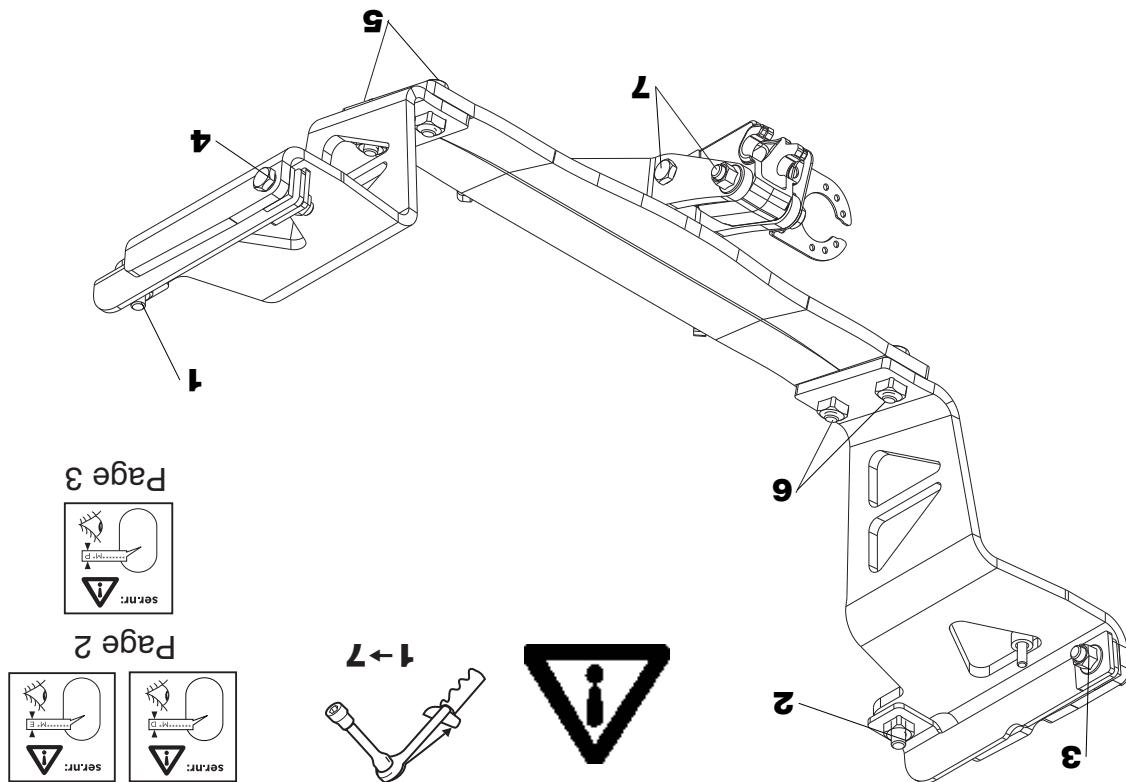

Fig. 4
11. Tighten all nuts and bolts to the torque indicated in the drawing. See figure 4.
11. Alle Schrauben und Muttern gemäß den Angaben in der Abbildung festdrehen. Siehe Abbildung 4.
11. Spænd alle bolte og møtrikker ifølge tegning. Se fig. 4.